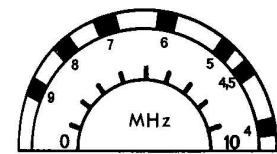

fig. 42
2. Leta med hjälp av den stora skalratten D reda på en station vid 4,0 MHz (skala, fig 42).